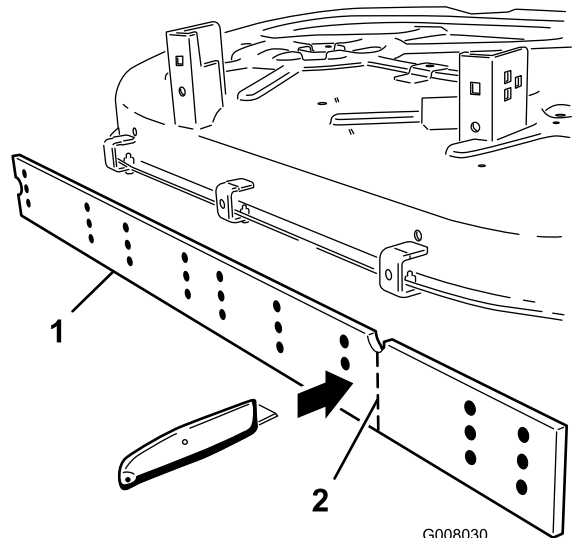

Figura 3
4. Tagliate il parasabbia all'altezza della tacca, come illustrato più sotto, con un attrezzo adatto, quale una cesoia o un taglierino. Abbiate cautela quando tagliate il materiale duro (Figura 3).